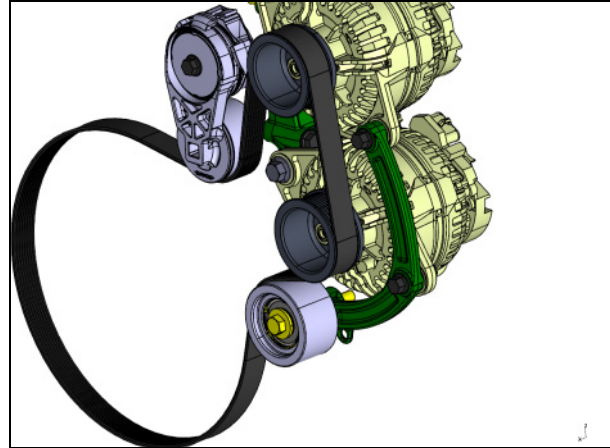

FIGURE 26
14. Installer la courroie d'alternateur (FIGURE 26).